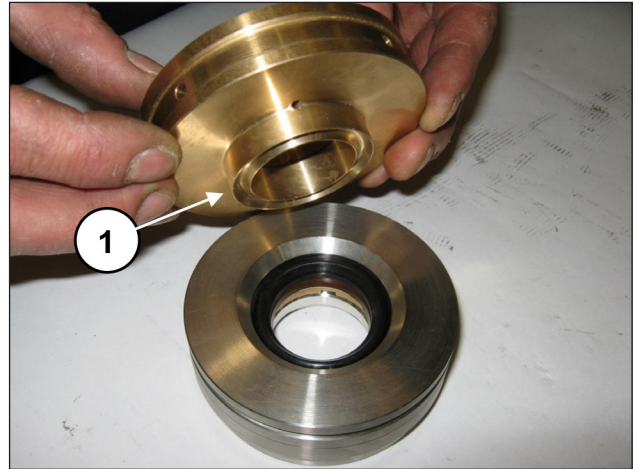

Fig. 179
Assembler le support des joints à la chemise (rep. ①, Fig. 179).